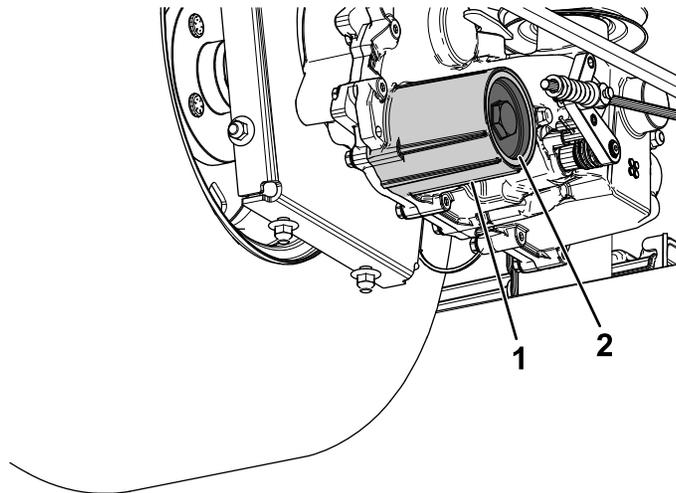

Bild 70
- Entfernen Sie den Deckel des Hydraulikölfilters am Getriebe, um das Hydrauliköl abzulassen (Bild 70).